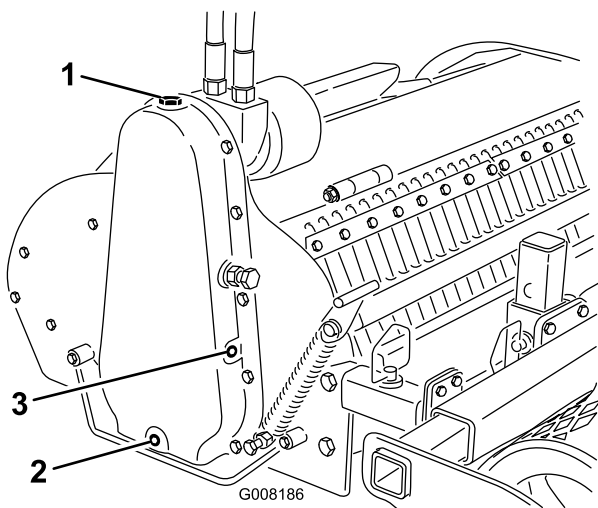

Bild 10
4. Öffnen Sie die Öleinfüllöffnung an der Oberseite des Antriebskettengehäuses (Bild 10).
6. Nehmen Sie die Ablassschraube ab (Bild 10).
8. Bauen Sie die Zündkerze aus (Bild 10).